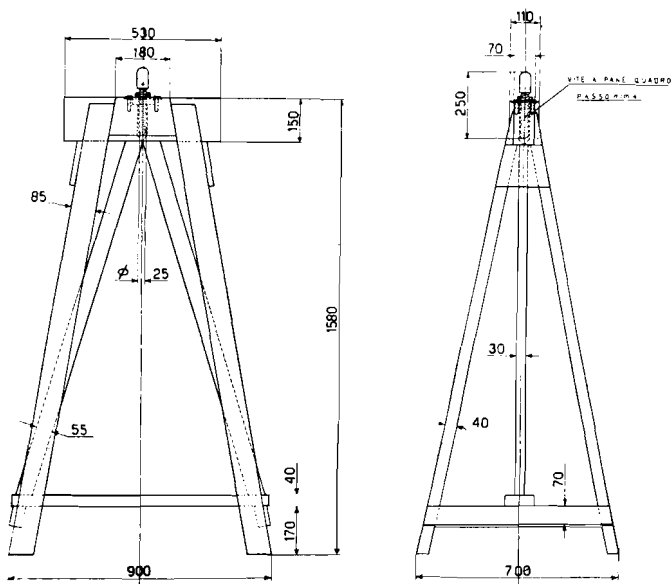

Fig. 36. — Cavalletto sostegno coda.
N. 1 cavalletto registrabile per sostegno della fusoliera in corrispondenza dell'ordinata n. 17 (fig. 36);
Posteriormente la fusoliera con l'apposito alloggio praticato nella parte inferiore dell'ordinata 17 si appoggia al cavalletto (fig. 36).